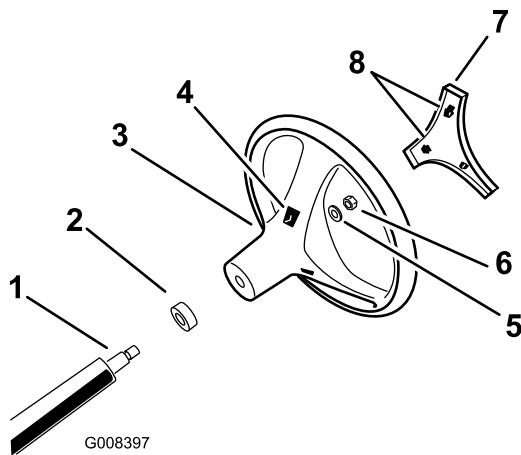

図 3
1. ハンドルの裏側にある開口部から、センター カバーのロックタブを外し、ハンドルからカバーを外す (図 3)。
2. ステアリングシャフトからロックナットとワッシャを外す (図 3)。
3. ハンドルをステアリングシャフトのスラインに合わせる (図 3)。
4. ワッシャとロックナットねじをステアリングに組み付ける (図 3)。
6. センターカバーのロックタブを、ハンドル中央部の開口部に合わせて、カバーがパチンと音をたててロックするまで押し込む (図 3)。